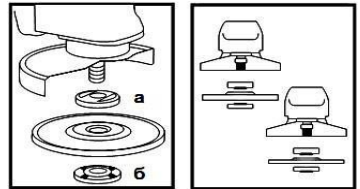

Рисунок 2
**4.4** Встановіть на виріб абразивний диск. Для цього натисніть на кнопку фіксації шпинделя (1) і перевірте диск до такого положення, при якому він зафіксується. За допомогою вилочного ключа з комплекту виробу відверніть і зніміть затискну гайку (б) (дивіться рисунок 2).
Встановіть шліфувальний диск на посадкове місце фланцевої шайби (а) (рисунок 2), наживіть рукою затискну гайку на шпindel і затягніть її ключем з комплекту виробу. Відпустіть кнопку фіксації шпинделя і переконайтеся в тому, що кнопка звільнена, через дво- або триразове натискання. Провірте диск і впевніться, що шпindel розблокований. При встановленні диска з утопленим центром завжди розміщуйте його випуклою стороною до фланцевої шайби.